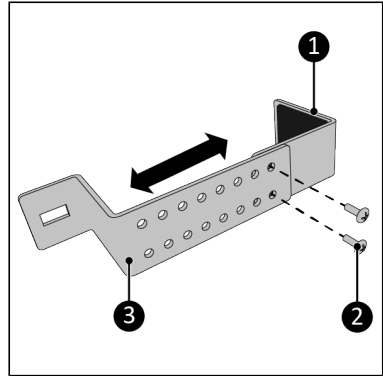

Abbildung 146.
2. Schrauben Sie das Oberteil (Abbildung 146, Pos. 1) und das Unterteil (Abbildung 146, Pos. 3) mit einem großen Abstand mithilfe der beiden M5 x 10 mm Schrauben (Abbildung 146, Pos. 2) zusammen. Passen Sie den Abstand bei Bedarf an.